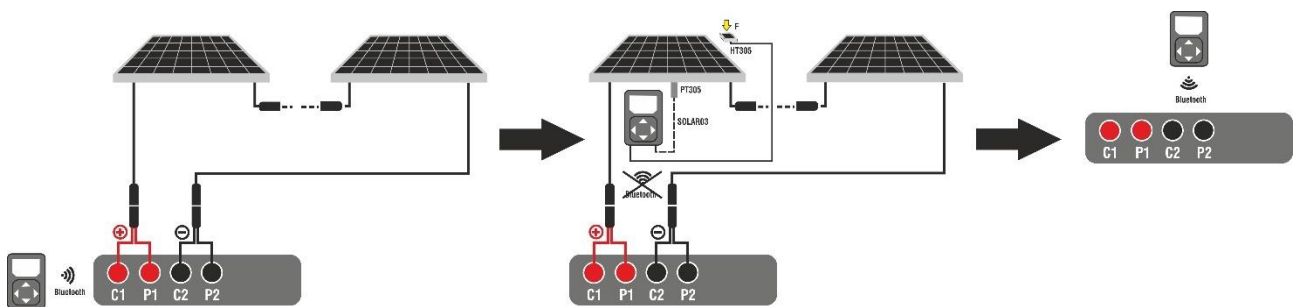
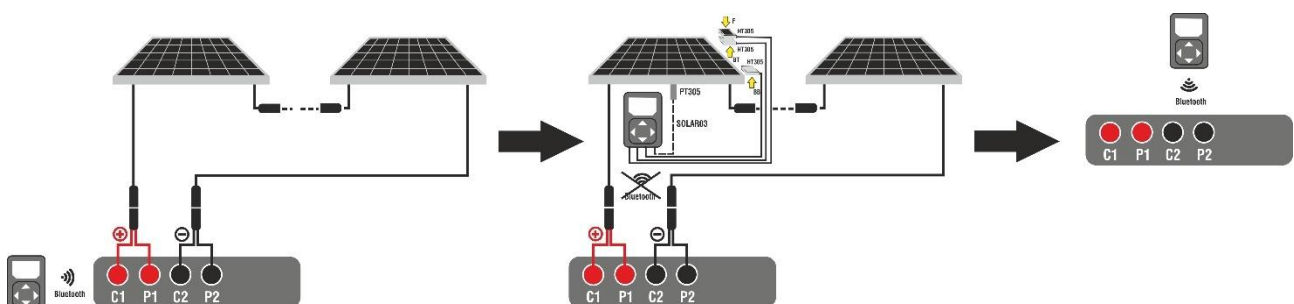

Fig. 69: Utilisation avec SOLAR03 en enregistrement synchrone sur modules Monoface
Fig. 70: Utilisation avec SOLAR03 en enregistrement synchrone sur modules Biface
2. Connectez l'instrument au module/chaîne testé comme indiqué sur la Fig. 69 (Modules Monoface) ou la Fig. 70 (Modules Biface). En particulier, connectez le pôle négatif sortant du module/string aux bornes **P2, C2** et le pôle positif sortant du module/chaîne aux bornes **P1, C1**
3. Rapprochez l'unité distante SOLAR03 de l'instrument comme indiqué sur la Fig. 69 ou la Fig. 70 – côté gauche
8. **Amener l'unité à distance à proximité des modules** et connecter les sondes d'irradiation/température (si nécessaire) comme indiqué dans la Fig. 69 ou la Fig. 70 – côté central. En particulier :
- **Dans le cas de modules Biface** →, placer les 3 cellules de référence **HT305** sur le plan avant du module (**F**), sur la partie arrière supérieure (**BT=BackTop**) et sur la partie arrière inférieure (**BB=BackBottom**) du module. Connecter la cellule de référence frontale (F) à l'entrée « **INP1** », la cellule de référence BT à l'entrée « **INP2** », la cellule de référence BB à l'entrée « **INP3** » et **éventuellement** la sonde de température **PT305** à l'entrée « **INP4** » de l'unité à distance. Conformément à la norme IEC/EN60904-1-2, l'instrument calcule la valeur de rayonnement frontal équivalente ( $Irr_{eq}$ ) qui correspond u rayonnement sur le seul plan frontal qui produit les mêmes effets que le rayonnement détecté sur les deux faces en tenant compte du **coefficient de Biface** ( $\varphi$ ) du module selon la relation suivante :
18. **À la fin de la session d'essais**, débrancher l'unité distante SOLAR03, la ramener à proximité de l'instrument (voir la Fig. 69 ou la Fig. 70 – côté droit) et vérifiez la reconnexion automatique avec l'instrument